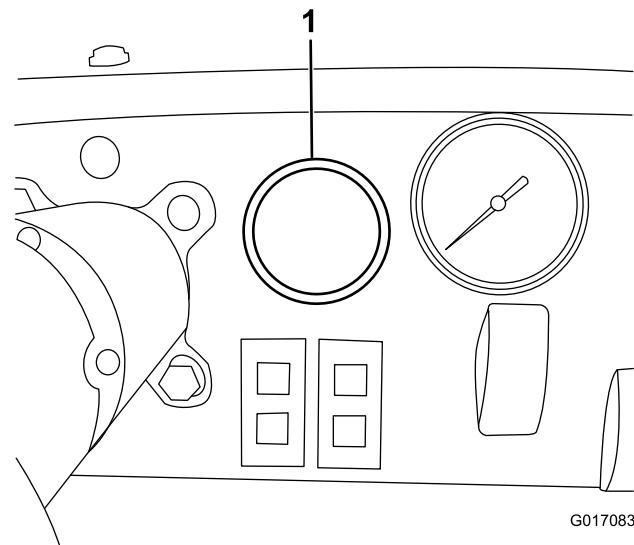

Bild 5
2. Bauen Sie den Tacho im Armaturenbrett des Fahrzeugs ein, wie in (Bild 5) dargestellt.